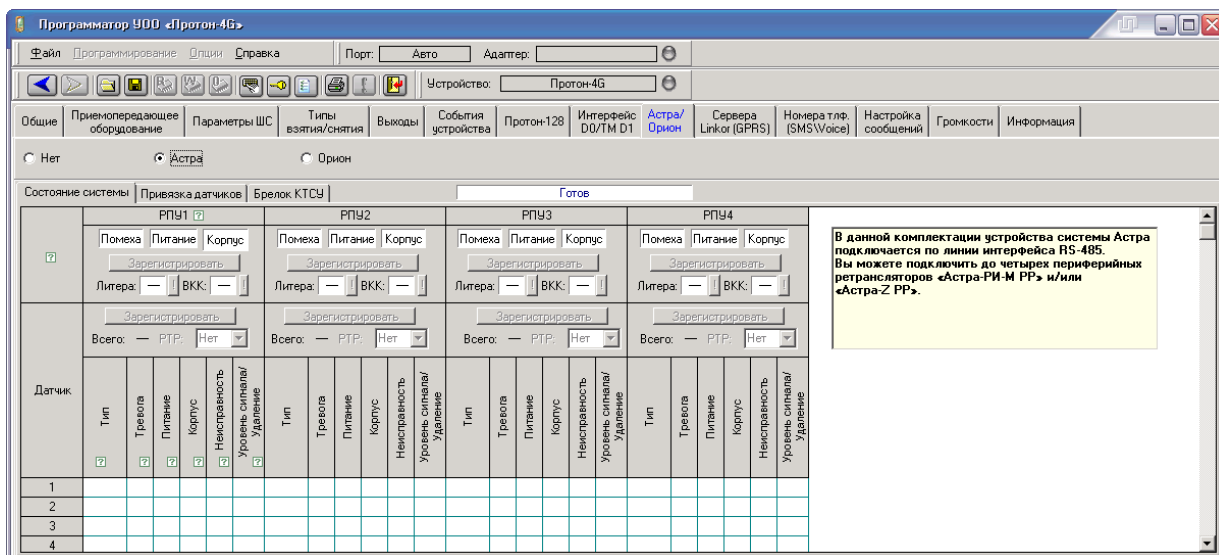

Рисунок 3.31
- при использовании брелка **Астра КТСУ** для функции тревожной кнопки, необходимо произвести его сопоставление с требуемым номером ШС (рис.3.31 столбец **«ШС»**);